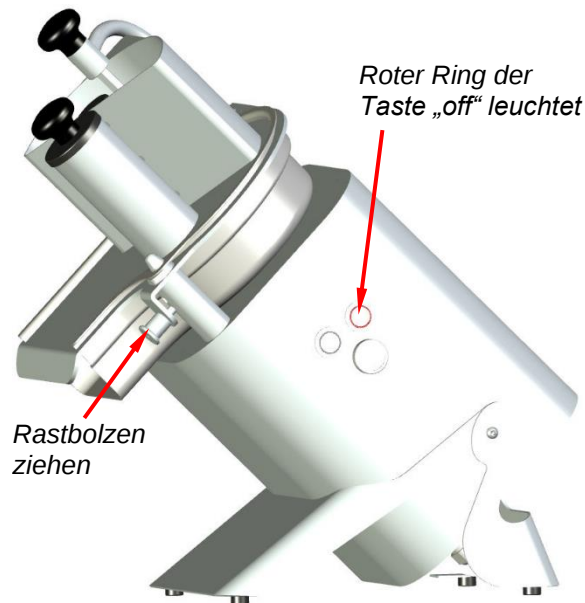

Abb. 18: Der Taste „off“ leuchtet
2. Lösen Sie die Verriegelung des Deckels durch Ziehen des Rastbolzens (siehe Abb. 18).